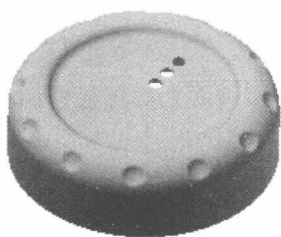
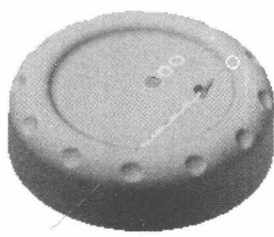
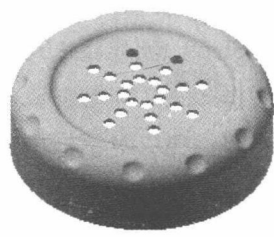

图 1.18 矩形阵列 1
图 1.19 阵列方向
图 1.20 环形阵列
Step11. 创建图 1.18 所示的矩形阵列 1。
- (1) 选择命令。在 **阵列** 区域中单击 **矩形阵列** 按钮，系统弹出“矩形阵列”对话框。
- (2) 选择要阵列的特征。在图形区中选取拉伸 1 特征（或在浏览器中选择“拉伸 1”特征）。
(3) 定义阵列参数。
① 定义方向 1 参考边线。在“矩形阵列”对话框中单击 **方向 1** 区域中的 **选择** 按钮，然后选取 Z 轴为方向 1 的参考边线，阵列方向可参考图 1.19。
② 定义方向 1 参数。在 **方向 1** 区域的 **数量** 文本框中输入数值 3；在 **间距** 文本框中输入数值 22。
(4) 单击 **确定** 按钮，完成矩形阵列 1 的创建。
Step12. 创建图 1.20 所示的环形阵列。在 **阵列** 区域中单击 **环形阵列** 按钮，选取“拉伸 1”与“矩形阵列”为要阵列的特征，选取“ Y 轴”为环形阵列轴，阵列个数为 8，阵列角度为 360° ，单击 **确定** 按钮，完成环形阵列的创建。